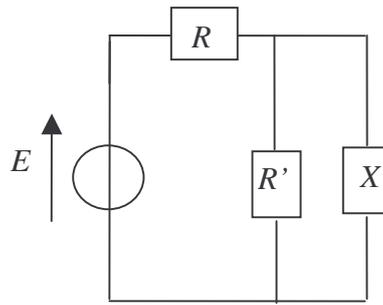

Figure 3
- 2.3 Une source de tension idéale de f.e.m. E alimente maintenant R en série avec une résistance R' . On ajoute en parallèle avec R' une résistance X (Figure 3).